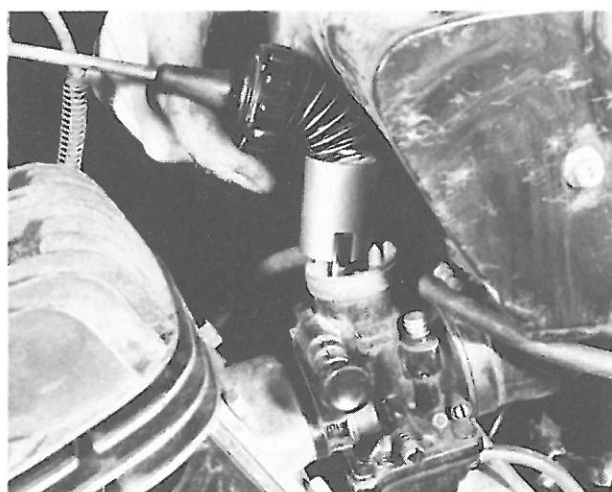

Bild 9
- Vergaserdeckel losschrauben und mitsamt dem Gasschieber aus der Mischkammer ziehen. Zum Schutz der empfindlichen Teile sogleich an einer sicheren Stelle des Motorrads gut unterbringen und mit Klebeband festkleben (Bild 9), ebenso die hängenden Kabel und – nach Abziehen des Steckers von der Zündkerze – auch das Zündkabel.